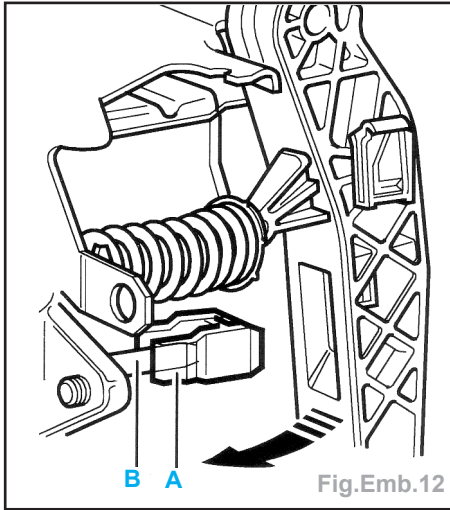

Fig.Emb.12
- le support (A) doit se trouver sur la timonerie d'actionnement (B) du maître-cylindre d'embrayage (Fig.Emb.12),